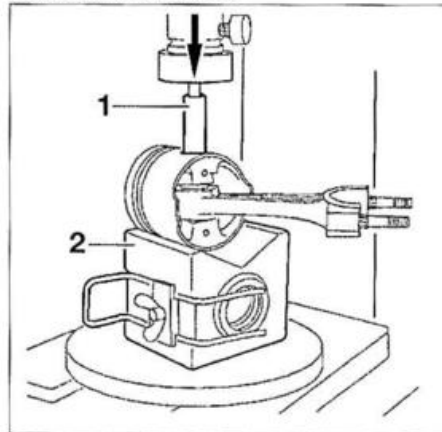

FIG. 36
- Colocar la cabeza del pistón en un soporte en "V" (2) y alinear el eje de pistón con el taladro de desprendimiento (Fig.36).